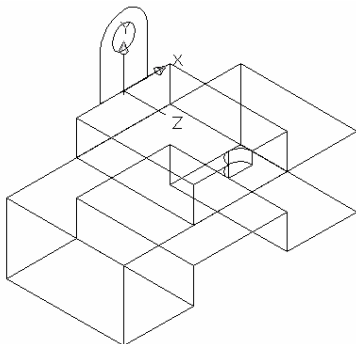

图 9-45
(12)选择绘图工具栏上的按钮 ,捕捉中点输入数据(@10,0),(@0,20),(@-20,0),(@0,-20) “ C ” 生成图形。如图 9-45 所示 :